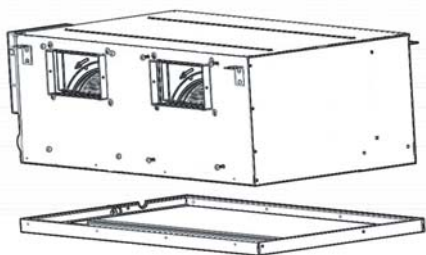

Рис. 10.11
- 5) Соедините провода мотора и аккуратно уложите их. (Рис. 10.11)